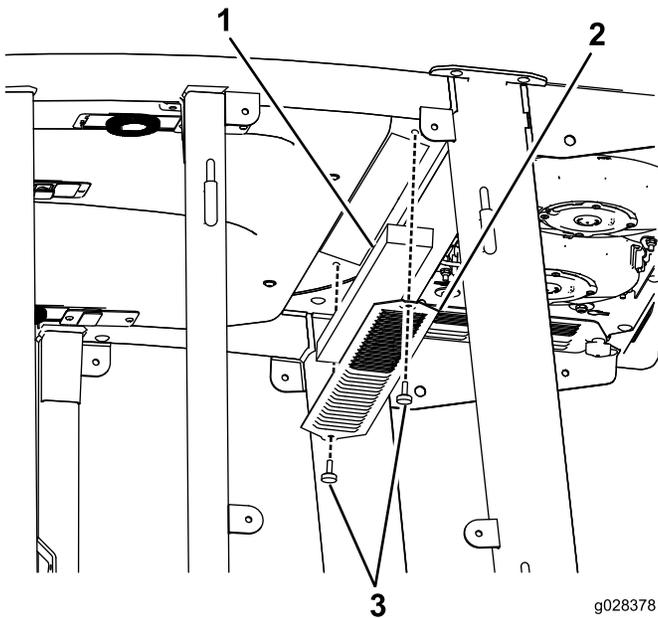
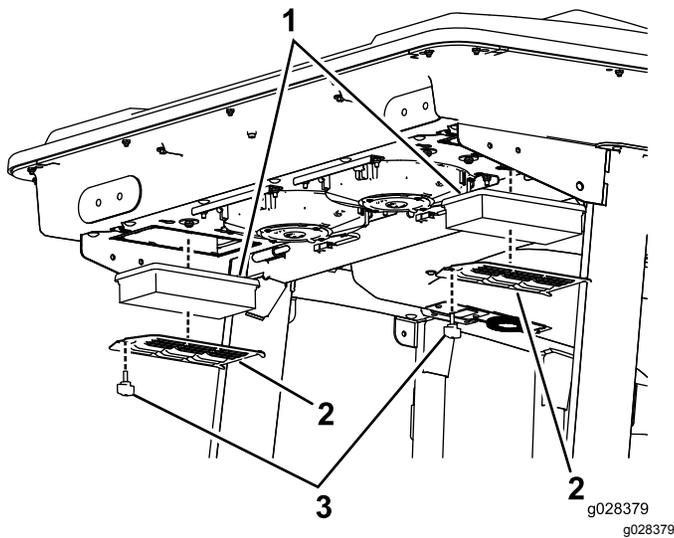

Figura 91
Figura 92
- Retire los tornillos y las rejillas que cubren el filtro interior y el filtro trasero de la cabina (Figura 91 y Figura 92).